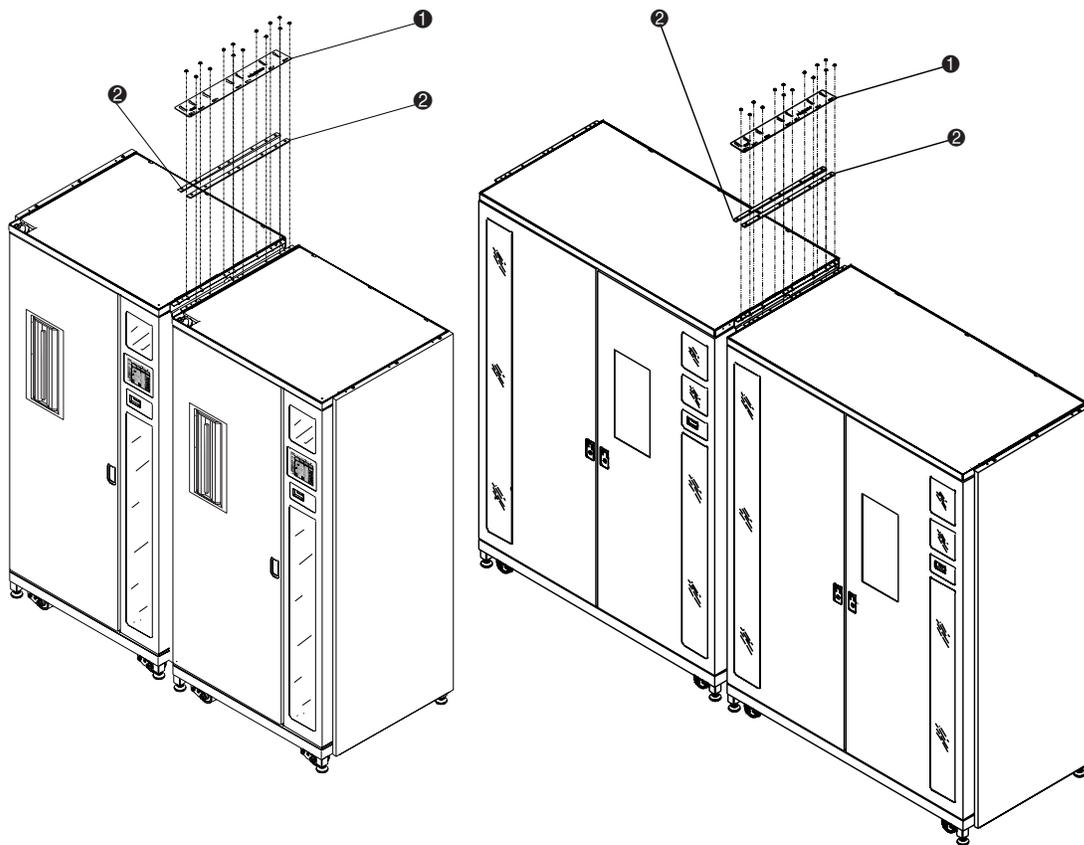

Abbildung 2-5. Obere Schrankverbindungsplatte und Abstandshalter
12. Befestigen Sie die beiden Abstandshalter (Teilenr. 6312028) sowie die obere Schrankverbindungsplatte (Teilenr. 6312027) auf beiden Seiten mit jeweils sieben Schrauben und Unterlegscheiben (siehe Abbildung 2-5).